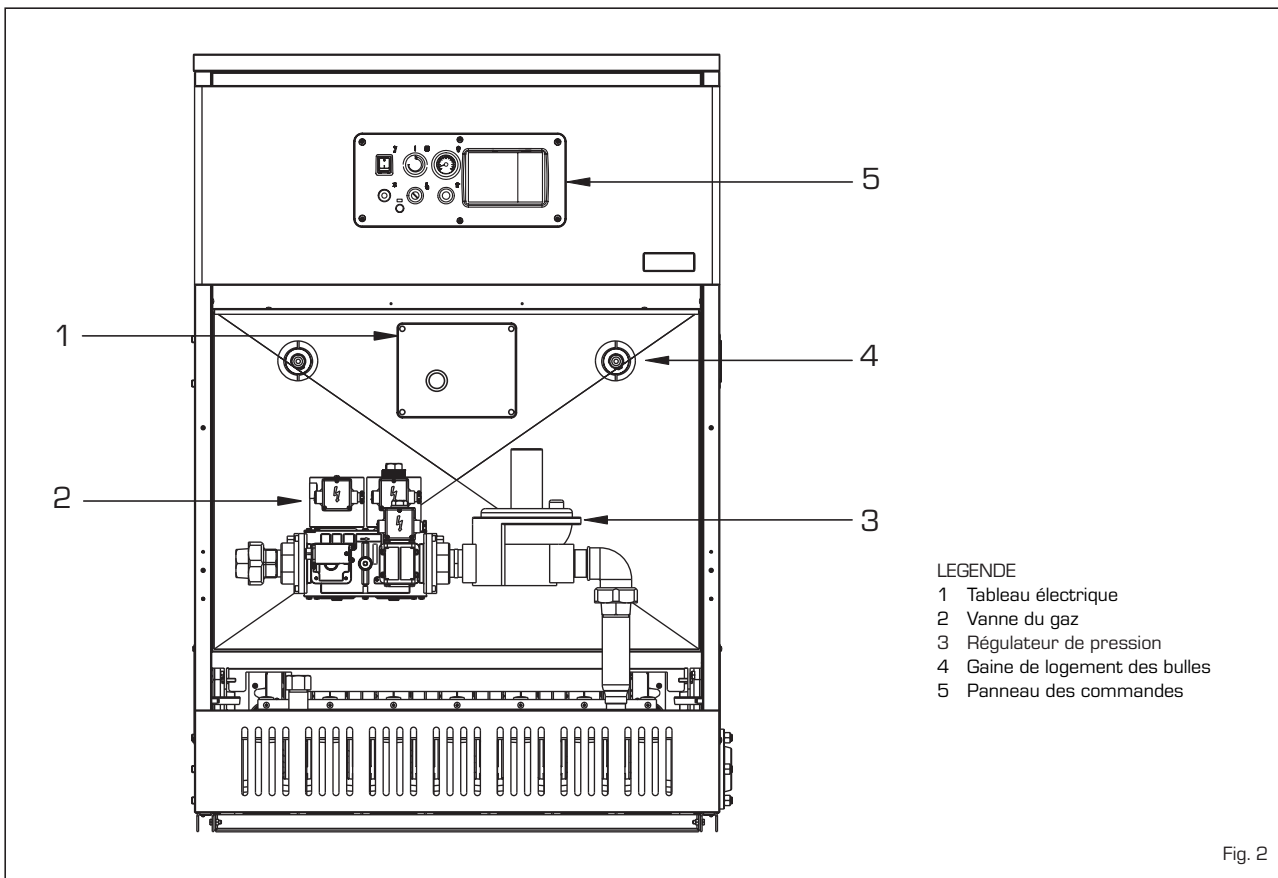

Fig. 2
1.5 VUE ANTERIEURE INTERNE (fig. 2)